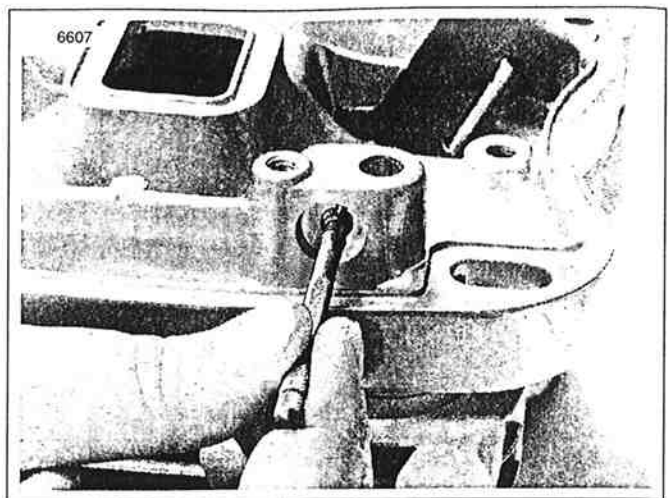

Figura 3-28. Medición del diámetro interior del eje del balancín en la cubierta interior del balancín
- a. Vea la Figura 3-28. Mida el diámetro interior en la cubierta interior de los balancines.